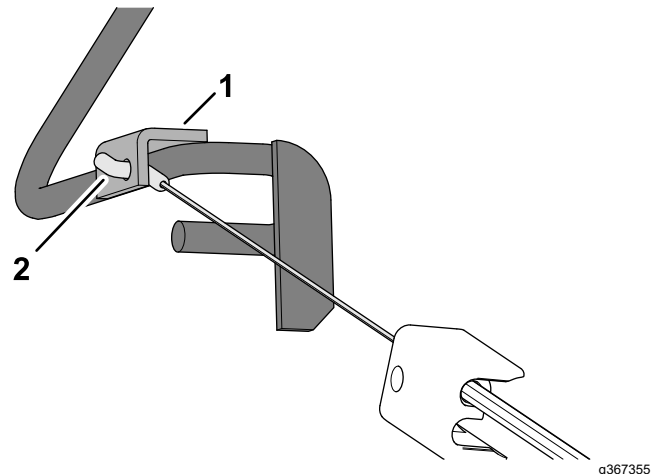

Bild 11
3. Führen Sie das Anschlussstück des Kabelzugs durch das Loch in der Halterung des Schaltbügels, wie in Bild 11 dargestellt.